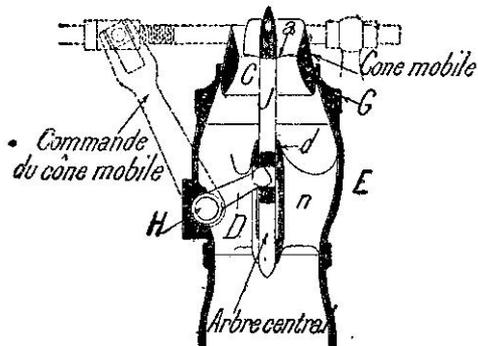

Fig. 48.
58. Echappement à cônes type Nord (fig. 48). Le corps d'échappement E, surmonté d'une tuyère conique fixe G, est muni d'une douille centrale d supportée par des nervures n et dans laquelle peut coulisser une tige
Au fur et à mesure que l'on serre l'échappement, le cône central s'élève, tandis que le passage annulaire se rétrécit jusqu'à s'annuler lorsque le cône est au sommet de sa course (position de la fig. 48). A ce moment, la section d'échappement, qui est celle du cône mobile, est le plus réduite et le tirage est maximum.
Un déplacement latéral provient d'un jeu de la tige J dans la douille d (fig. 48); ce jeu, qui ne se produit qu'à la longue, se supprime par remplacement de la tige et ajustage dans la douille, celle-ci préalablement rectifiée, s'il est nécessaire, soit au tour, soit à l'alésoir.